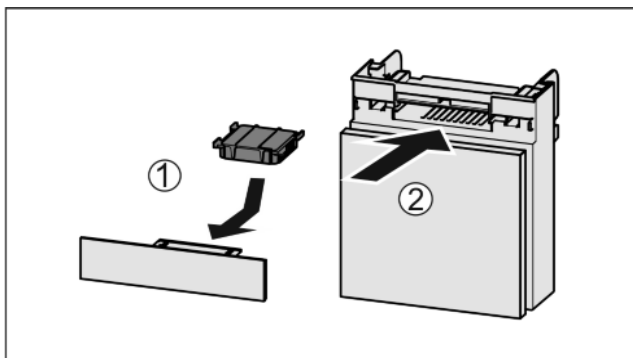

Fig. 36
- ▶ Filtr s aktivním uhlím vložte podle vyobrazení Fig. 36 (1).
- ▶ Zásuvku zasuňte Fig. 36 (2).